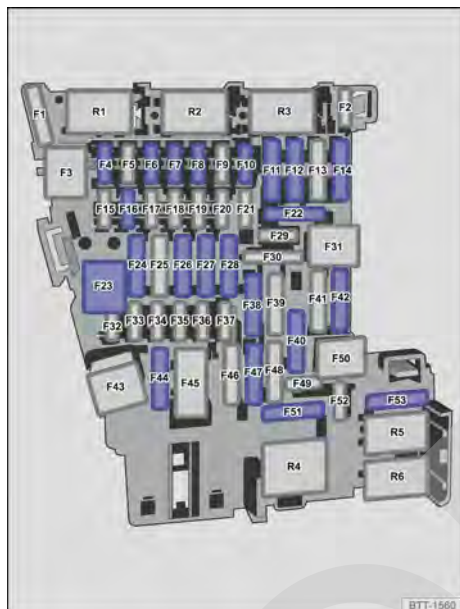

Fig. 220 En el tablero de instrumentos: asignación de fusibles.
a) Tenga en cuenta la posición de montaje. Posición de fábrica del fusible tal y como se muestra en la figura → fig. 220.